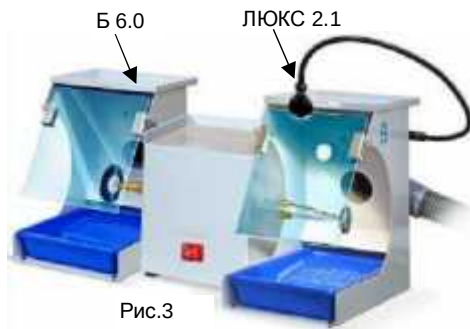

Рис.3
5.1.8 Рекомендуется совместная работа с боксом-пылесборником открытым Б 6.0 АВЕРОН, рис.3.